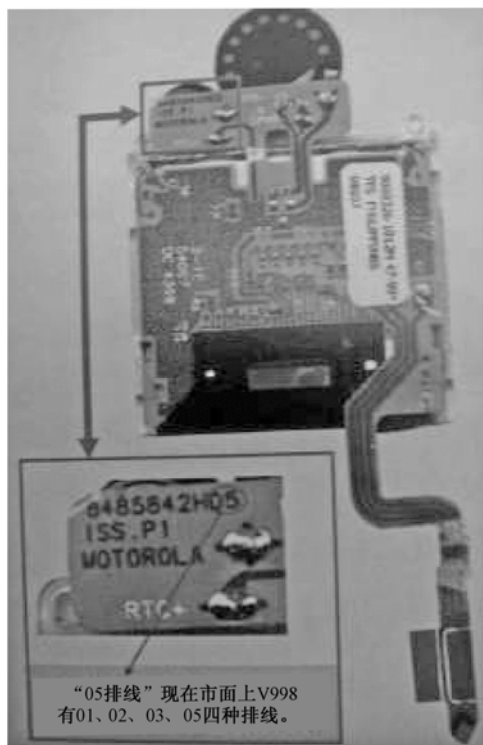
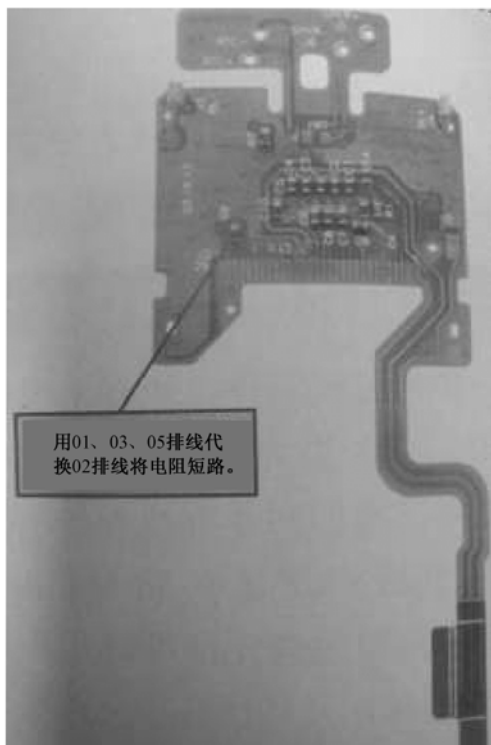

图 3-4-1 V998 小头排线实物图
图 3-4-2 需短路的电阻
01、02、03、05 四种，如图 3-4-1 所示。用 01、03、05 排线代换 02 排线，只要将排线上的电阻 R5 短接即可，如图 3-4-2 所示。